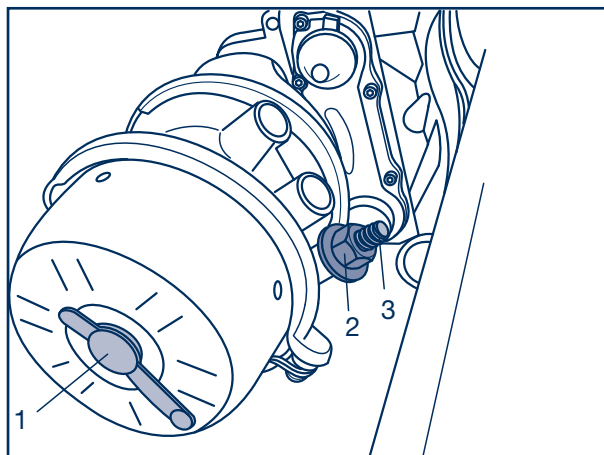

Fig. 4
- [10] Verschluss (Fig. 4/1) der Bohrung öffnen.
- [11] Mutter (Fig. 4/2) von der Spindel (Fig. 4/3) Spindel schrauben und mit der Scheibe abnehmen.
- [10] Remove the bung (Fig. 4/1) from the end cover.
- [11] Unscrew the nut (Fig. 4/2) from the wined-off bolt (Fig. 4/3) and remove it together with the washer.
- [10] Retirer le bouchon (Fig. 4/1) de l'alésage.
- [11] Dévisser l'écrou (Fig. 4/2) de la broche (Fig. 4/3) et l'enlever ainsi que la rondelle.